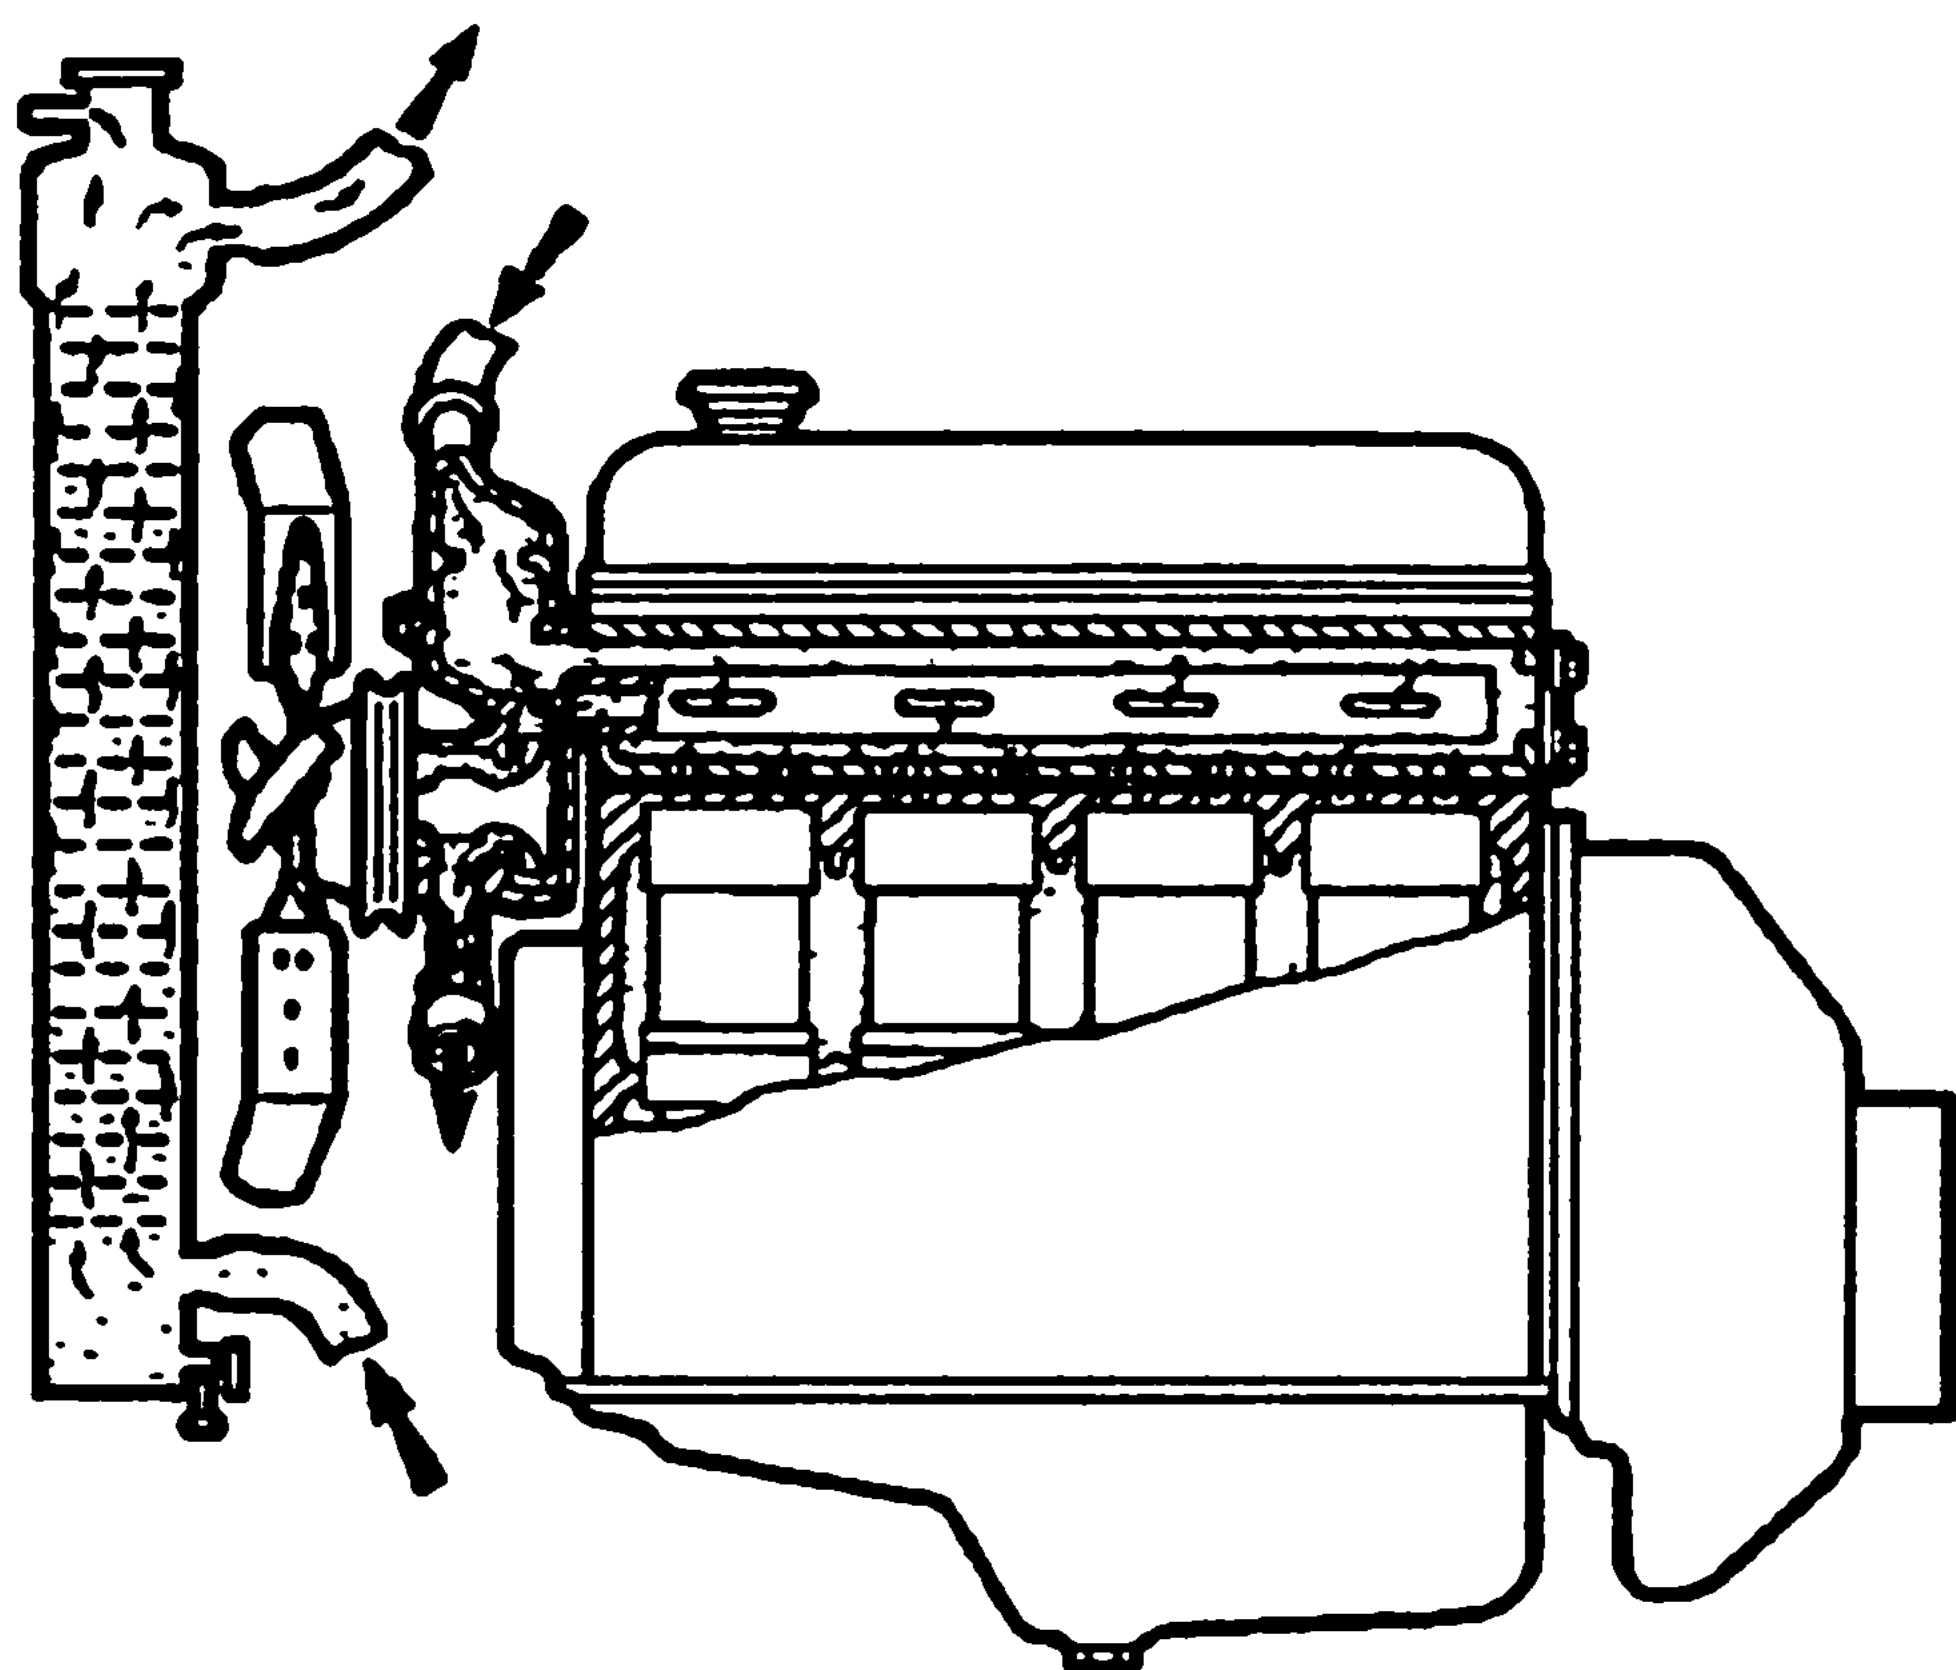

Рис. 52. Промывка системы охлаждения
Направление струи (рис. 52) должно быть обратным направлению движения воды при нормальной работе системы охлаждения.
3. Промыть радиатор (рис. 52) струей горячей воды в направлении, обратном циркуляции воды в двигателе в течение 30-40 минут под напором 48 кПа (0,5 кгс/см²).